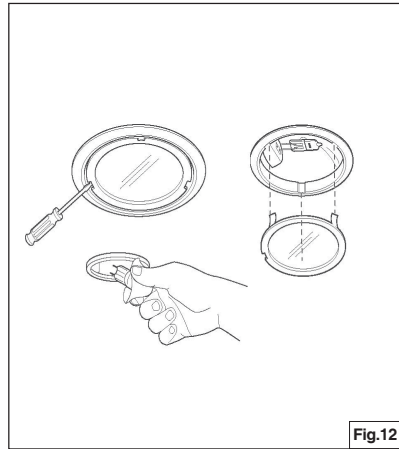

Fig.12
1. Ouvrez le couvercle en faisant levier dans les fentes appropriées. Voir Fig. 12.